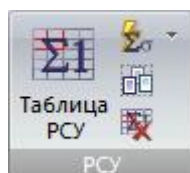

Рис. 67.
- **РСУ (расчетные сочетания усилий)** (рис.67) – операции, позволяющие создавать и/или редактирование ранее сформированных таблиц расчетных сочетаний усилий (РСУ);
Панель РСУ (расчетные сочетания усилий) (рис.67) содержит следующие команды: